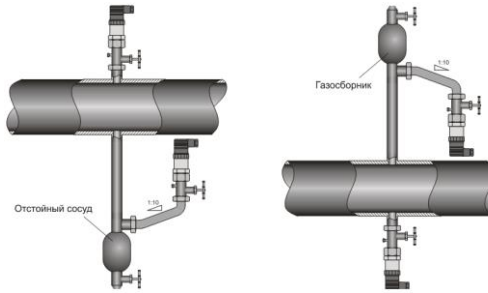

Рисунок 2. Монтаж датчика для измерения давления газа (слева) и жидкости (справа).
4.4. Механическое присоединение датчиков рекомендуется производить с ориентацией, при которой соединительная линия от места отбора давления имеет односторонний уклон ( $\geq 1:10$ ) вверх к датчику, если измеряемая среда – газ, и вниз к датчику, если измеряемая среда – жидкость (см. рис. 2.). Если это невозможно, при измерении давления газа в нижних точках соединительных линий следует устанавливать отстойные сосуды, а при измерении давления жидкости в наивысших точках